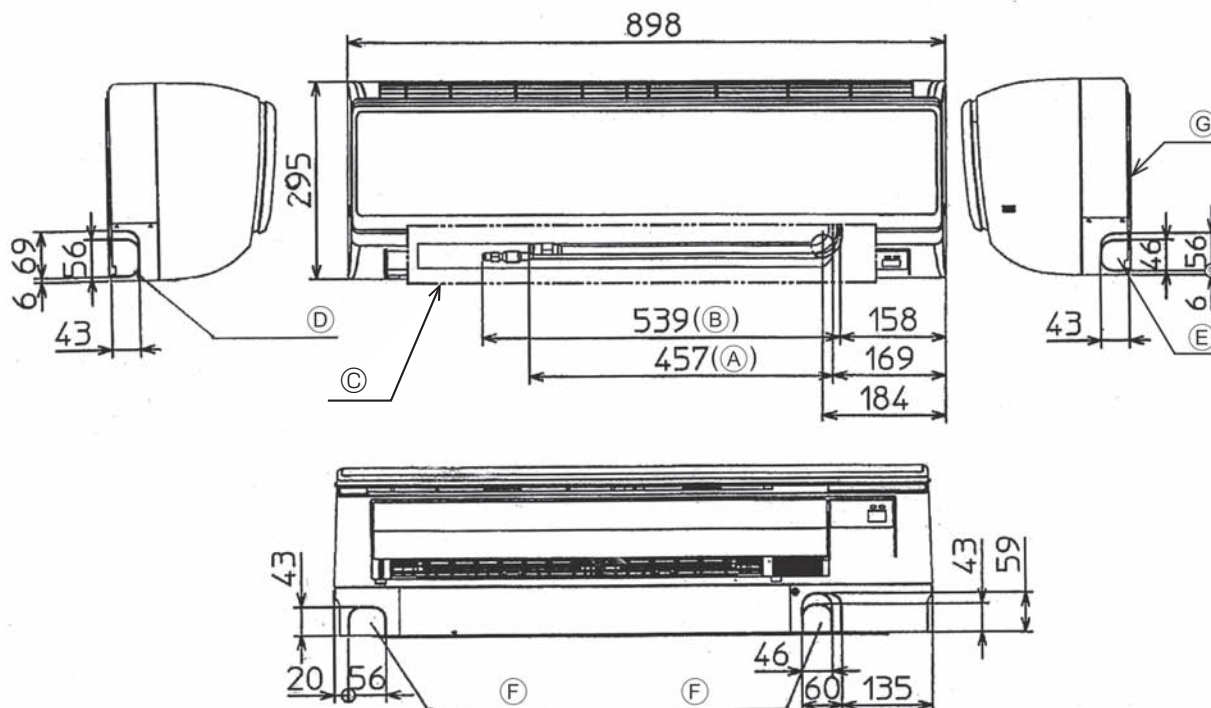

Fig. 4-2
4.2. Colocación de los tubos del refrigerante y de drenaje (Fig. 4-2)
- (A) Tubo de gas * Indica el estado con los accesorios montados.
- (B) Tubo de líquido
- (C) Manguera de drenaje (longitud efectiva: 400)
- (D) Orificio ciego para las tuberías del lado izquierdo
- (E) Orificio ciego para las tuberías del lado derecho
- (F) Orificio ciego para las tuberías de la parte inferior
- (G) Placa de montaje